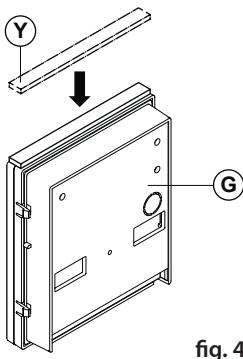

fig. 4
- Applicare la guarnizione adesiva **Y** sopra ogni modulo come mostrato in Fig. 4;